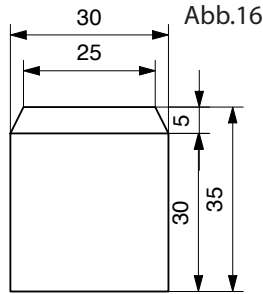

Abb.16
16. Das in Punkt 13 abgesägte Rundstabteil (Länge 35mm) an einer Seite ca. 30° mit einer Holzfeile oder Schleifpapier abschrägen (siehe Abb.16)